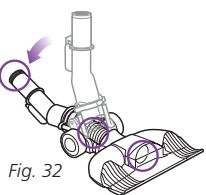

Fig. 32
- Redressez le col et regardez à l'intérieur du tube au-dessus de l'embout. Inspectez pour voir s'il se trouve des obstructions là où le tuyau se plie et dans l'ouverture d'admission. (Fig. 32)